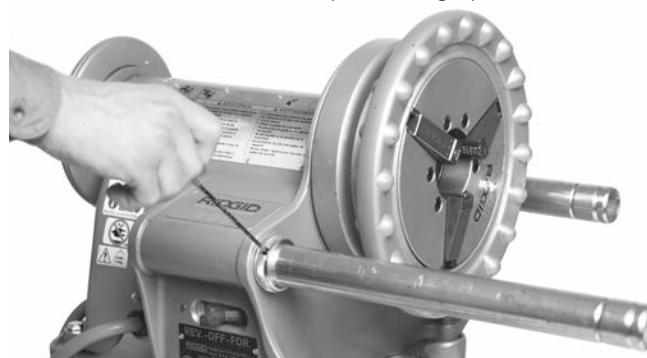

Abbildung 8 - Lage der Einstellschrauben
1. Klappen Sie die Stützstangen ganz nach vorne aus. Drücken Sie die Halteringe zurück, bis sie am Gehäuse des 300 Kraftantriebs anliegen. Ziehen Sie die Schrauben in den Halteringen mit einem $\frac{1}{8}$ " Sechskantschlüssel (*Abbildung 8*) an.